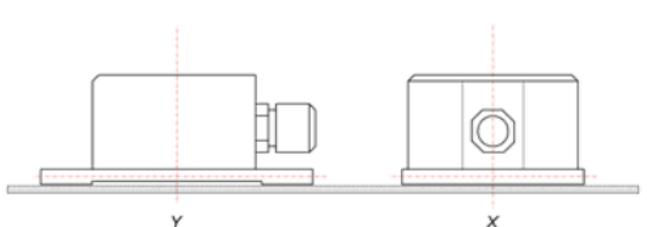

Рис. 1. Положение датчика на горизонтальной плоскости
1. Датчик установить на эталонной горизонтальной поверхности (нулевая база с погрешность угла не хуже $0,02^\circ$ по каждой оси) рисунок 1.